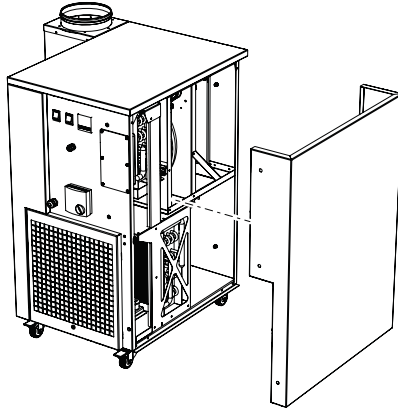

FIGURA 15: Panel de servicio
2. Tire del panel de servicio. "FIGURA 15: Panel de servicio"